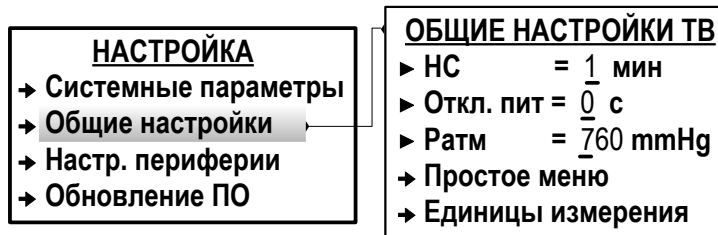

Рис.33. Вид меню для настройки ОТО (режим СЕРВИС).
7.7.2.8. В тепловычислителе предусмотрена возможность настройки времени запаздывания фиксации отказа ОТО (рис.33).
7.7.3.3. Возможна настройка времени запаздывания фиксации **НС**. В меню **Настройка / Общие настройки** (рис.33) параметру **НС** может быть установлено значение в интервале от 1 до 60 мин.